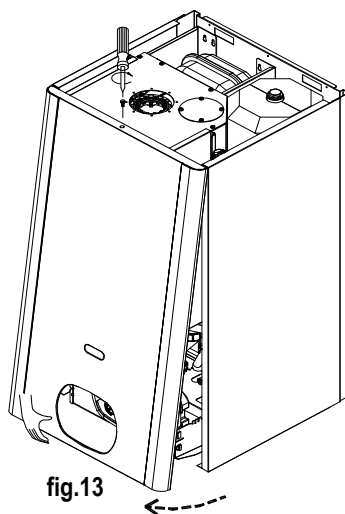
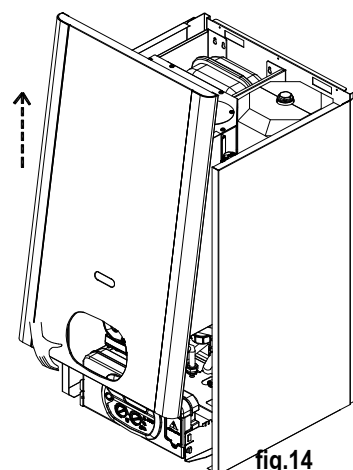

fig.13
fig.14
- Retirer la vis de fixation placée sur le bord supérieur du panneau (Fig.13).
- Saisir le panneau par le bas, le tirer vers soi (fig.13) et l'extraire en le poussant vers le haut (fig.14).
- Retirer le panneau avant (voir fig.13 et 14).